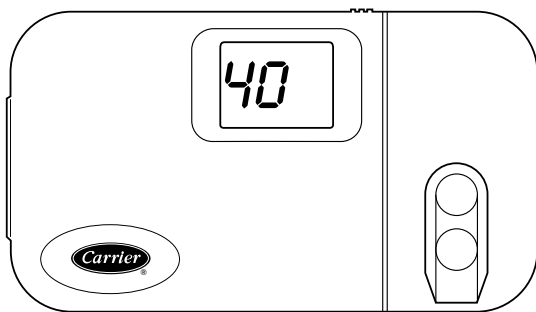

Fig. 6 - Réglage de température le plus bas
1. Régler le thermostat de la pièce à la température la plus basse. Voir fig. 6.